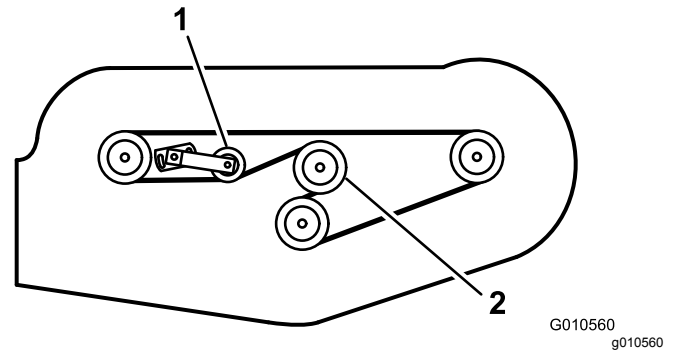

Figura 30
6. Instale la correa nueva alrededor de la polea de la caja de engranajes, las poleas de los ejes, la polea tensora estacionaria y la polea tensora ajustable (Figura 30).